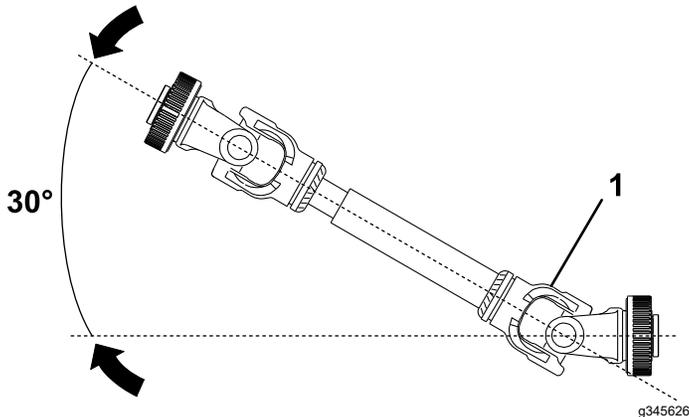

Figura 15
**Importante:** Al conectar la TDF, asegúrese de no elevar el apero más de lo necesario. Si se eleva el apero demasiado, se rompen los nudos del árbol de la TDF (Figura 15).
**Nota:** Asegúrese de que las crucetas están alineadas como se muestra en la Figura 15.